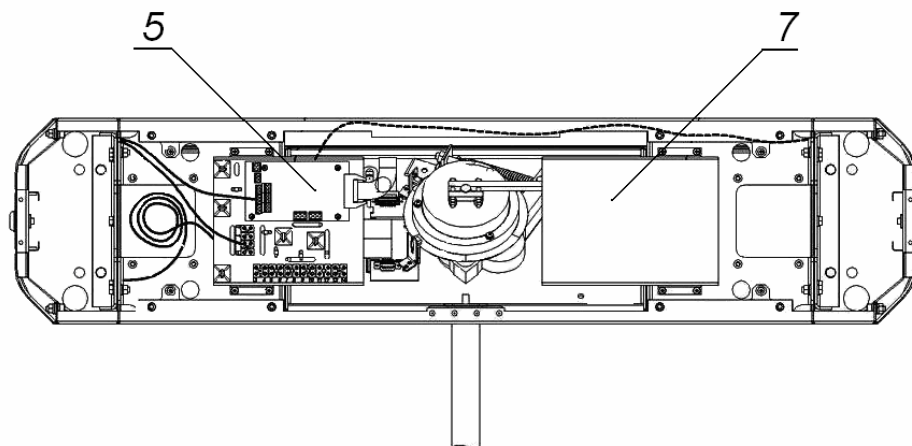
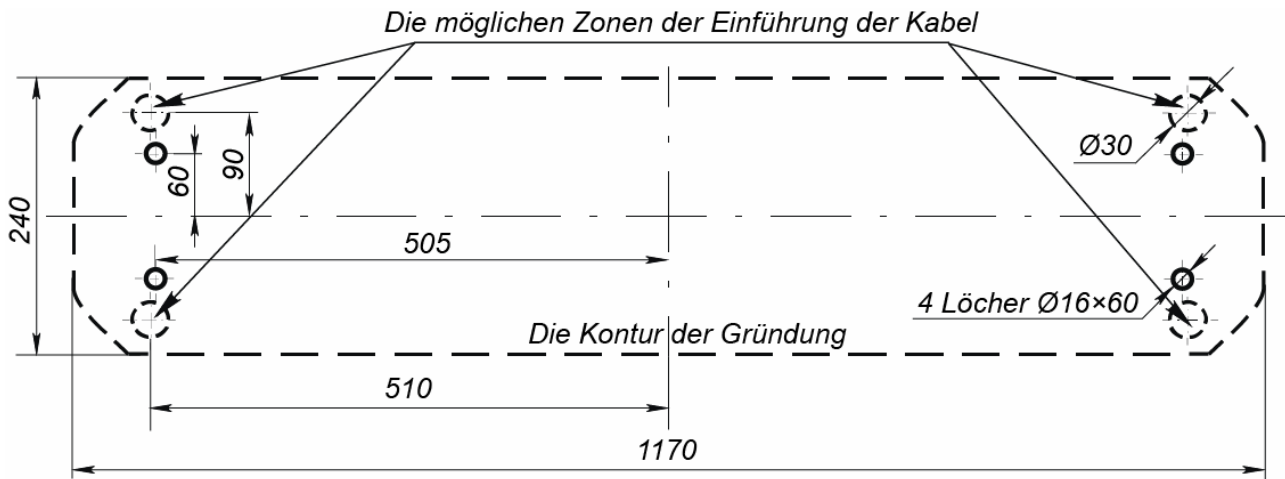

Abbildung 10. Das Schema der Kabelverlegung in dem Drehkreuzfuß:
Abbildung 12. Das Schema der Markierung für die Montage des Drehkreuzfußes
- 2 Bereiten Sie im Fußboden der Öffnung für die Ankerhülsen für die Befestigung des Drehkreuzfußes vor (siehe die Abb. 12). Bei Notwendigkeit der Verlegung der Kabel unter der Oberfläche des Fußbodens bereiten Sie im Fußboden den Kabelkanal vor, der zur Zone der Einführung dieser Kabel in den Drehkreuzfuß herankommt. Die Montage und die Befestigung des Fußes erzeugen Sie nach der Verlegung aller Kabel im Kabelkanal und innen des Fußes. Die Verlegung der Kabel innerhalb des Fußes ist auf der Abb. 10 gezeigt.
- 4 Bauen Sie die Blindverschlüsse des Fußes ab (9,10), dafür mit dem Schlüssel die Schlösser (12).
Von der Konstruktion des Drehkreuzes ist die Möglichkeit des Einstellens der Platte des ZKS-Kontrollers in den Körper des Drehkreuzes vorgesehen. Das Einstellen der Platte verwirklicht sich auf der Konsole (7, die Abb. 10). Der maximale zulässige Umfang der einstellbaren Platte des Kontrollers ist 160×150×35 mm.